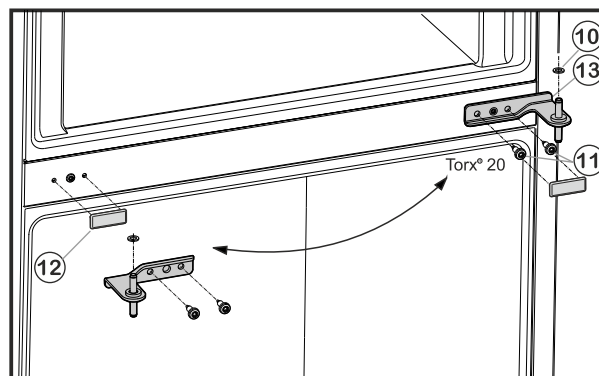

Fig. 6
- Desserrer les vis de fixation Fig. 6 (11) (2 fois Torx® 20) et retirer le support de palier du milieu de la porte inférieure.
- Retirer la rondelle en plastique Fig. 6 (10).
- Retirer le cache Fig. 6 (12) avec précaution.
- Replacer le cache Fig. 6 (12) du côté opposé.
- Remettre en place le support de palier du milieu Fig. 6 (13) à 180° dans la porte inférieure et la visser solidement à l'aide des vis de fixation Fig. 6 (11) (2 fois Torx® 20) sur le nouveau côté de la charnière (**avec 4 Nm**).
- Remettre en place la rondelle de plastique Fig. 6 (10).
- Mettre en place la porte supérieure sur le support de palier Fig. 6 (13).